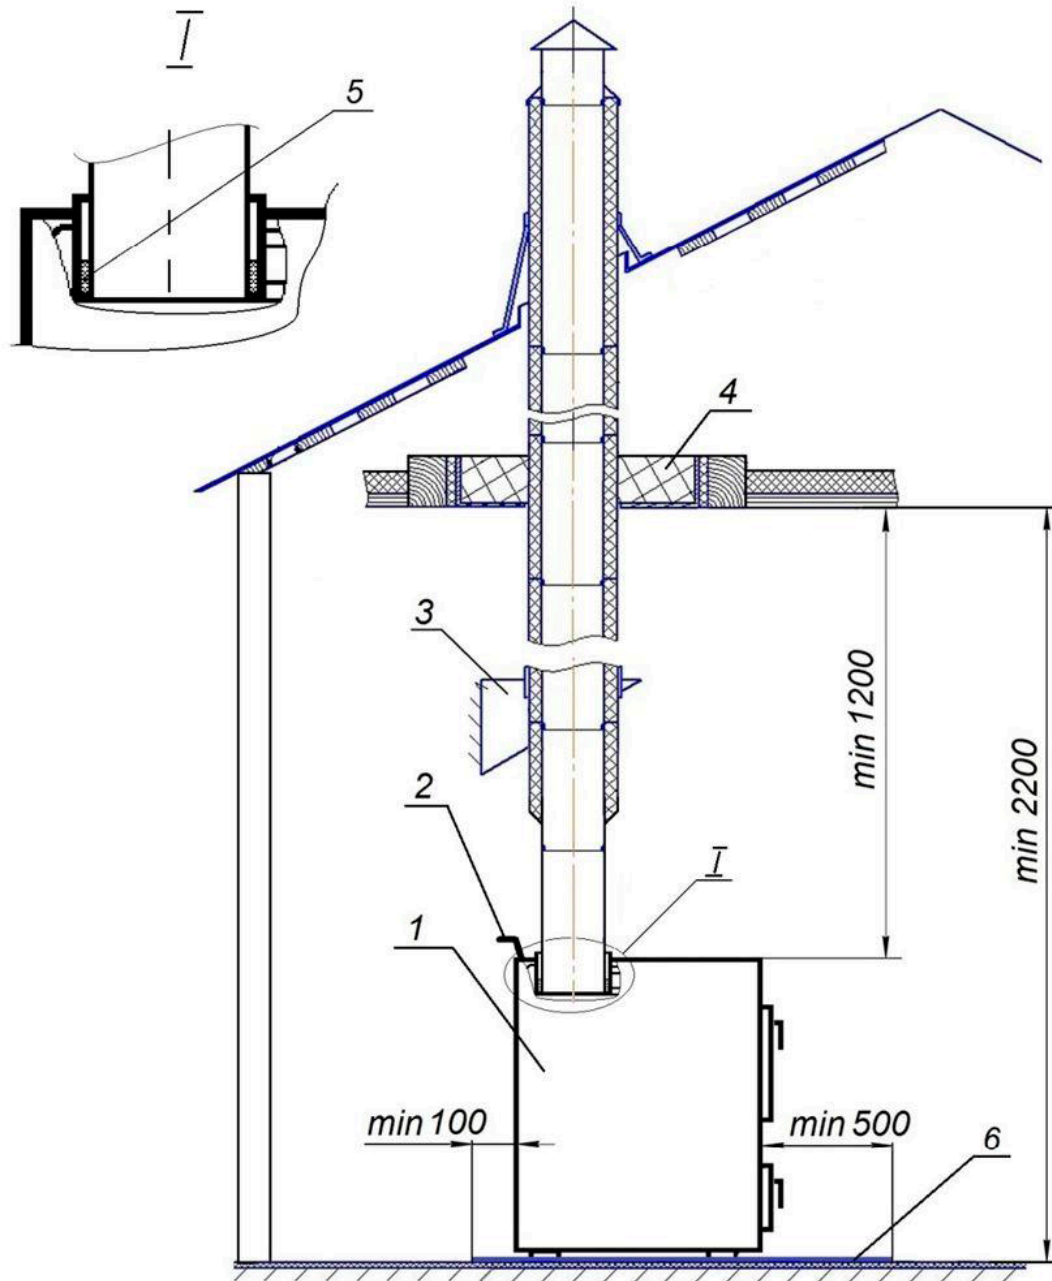

Рисунок 3. Схема монтажа печи и дымовой трубы.
4.8. Печь должна быть разгружена от веса дымовой трубы (поз. 3 на рис. 3).